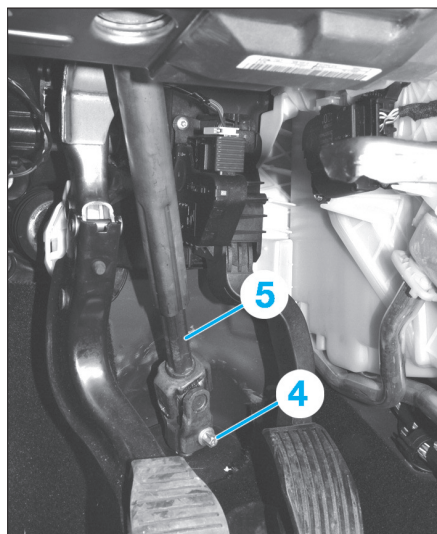

Fig. 11
- Déposer la vis (4) fixant la colonne de direction (5) au pignon du boîtier de direction (Fig.11).